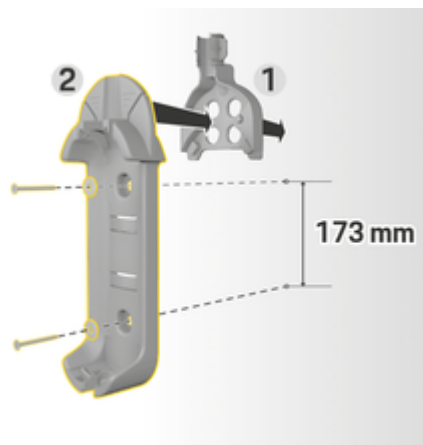

Fig. 72 Dimensões de perfuração
3. Pressione o suporte básico para parede 2 (Fig. 72) na passagem do cabo 1 (Fig. 72) pela parte da frente.